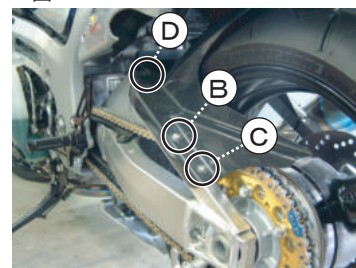
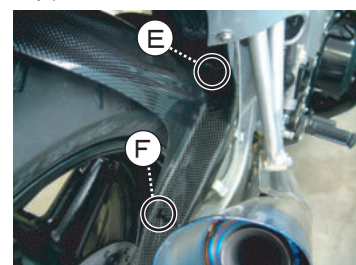

図2
図3
(図2参照)
4. 図2のD、図3のE、Fの穴にそれぞれ付属のタイラップを通し、スイングアームに軽く固定して下さい。